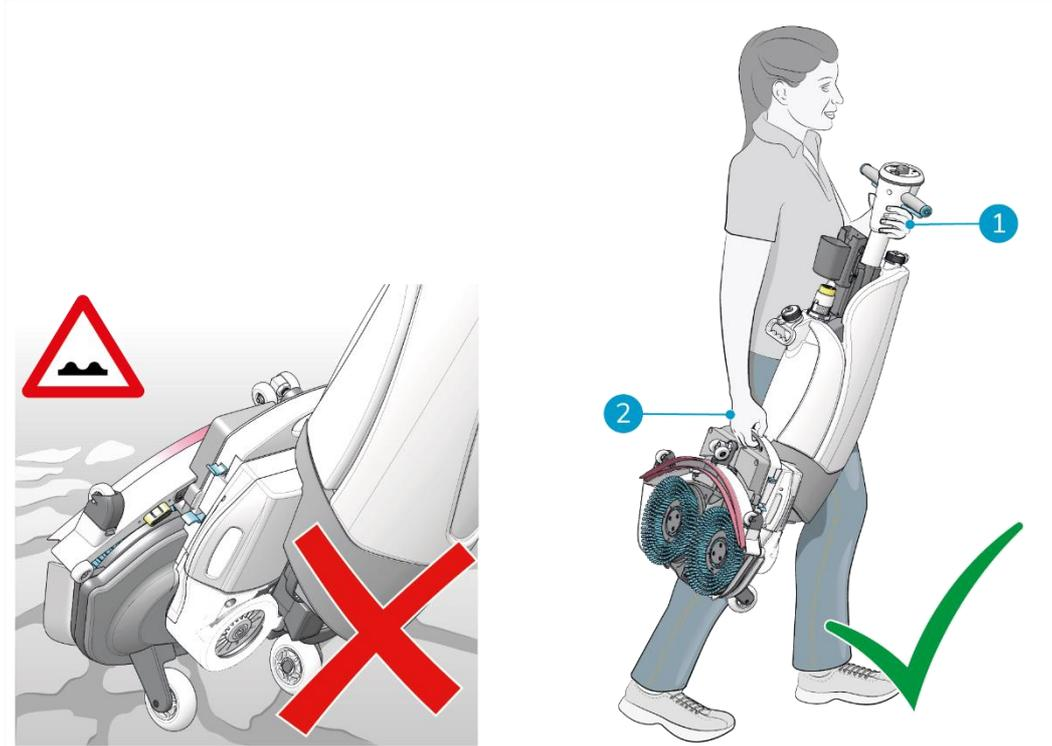

Abbildung 7
2. Tragen Sie den i-mop XXL Pro mit einer Hand (Abbildung 7, Pos. 2), während Sie den Griff mit der anderen Hand halten (Abbildung 7, Pos. 1).